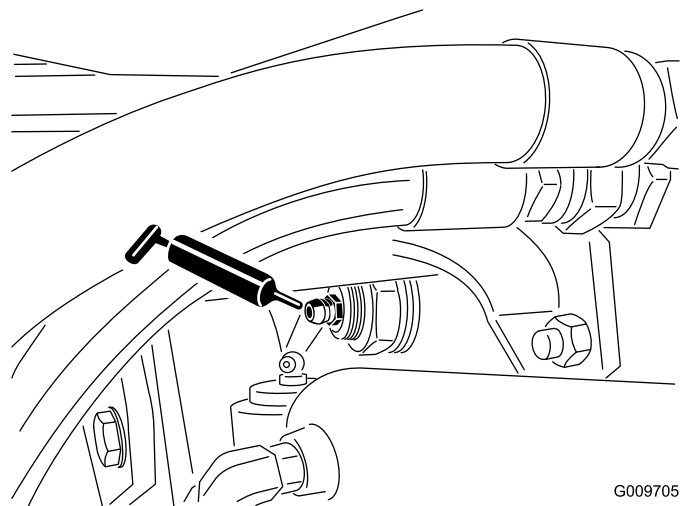

Figure 21
- Bagues de pivot de pont arrière (2) (Figure 21).